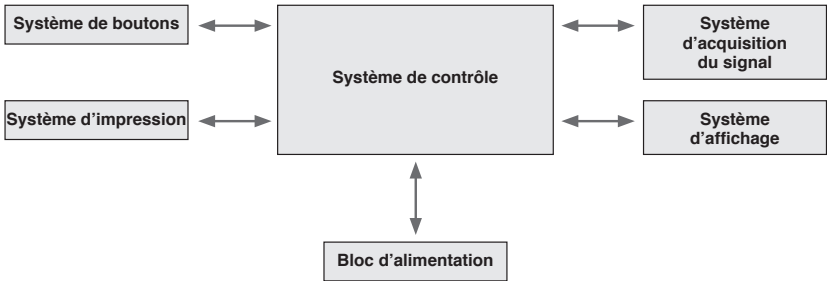

Figure 4-1 Schéma de principe de l'unité de commande
(2) Le schéma de principe est montré dans la Figure 4-1.